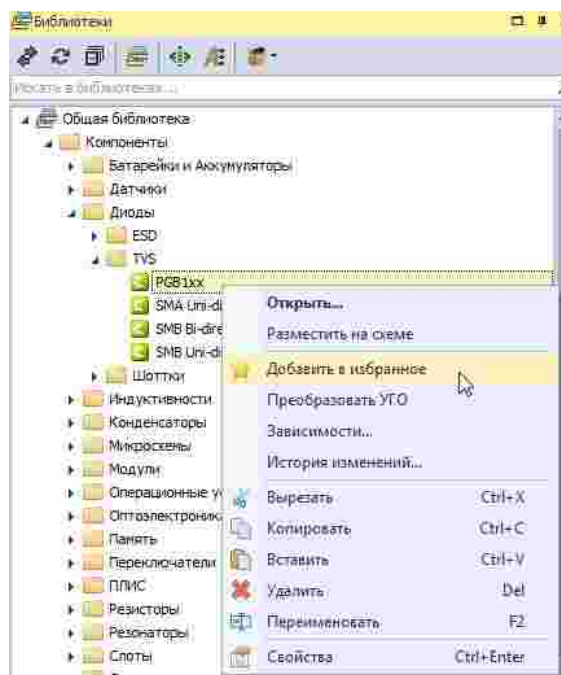

Рис. 228 Добавление компонента в Избранное из дерева библиотеки
3. В контекстном меню выберите пункт «Добавить в избранное», Рис. 228.